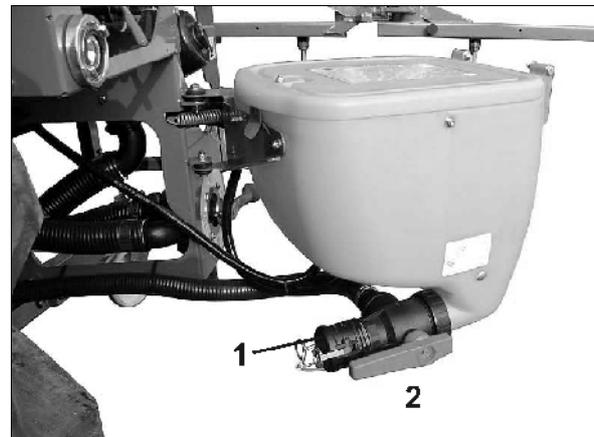

Fig. 110
7. Enlevez le bouchon (Fig. 110/1) du robinet inverseur aspirer le bac incorporateur / orifice d'aspiration pour la cuve à bouillie. Pivotez le robinet inverseur (Fig. 110/2) en position "Orifice d'aspiration pour la cuve à bouillie".